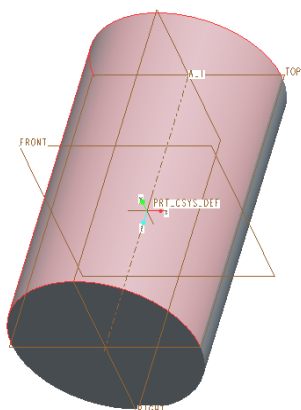
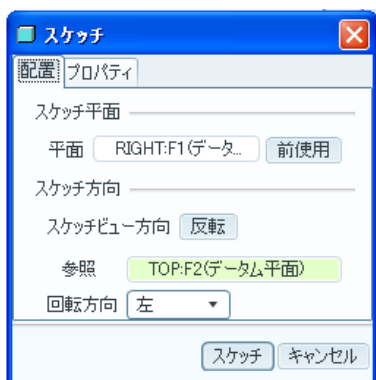

図 3-9 分岐管作成面の選択
図 3-10 新しいスケッチ面の定義
- ベースフィーチャーの側面を選択し図 3-9 のように赤くハイライトし、「**スケッチ**」ツールを選択すると次のスケッチの定義は図 3-10 に示す「**RIGHT**」平面になる。